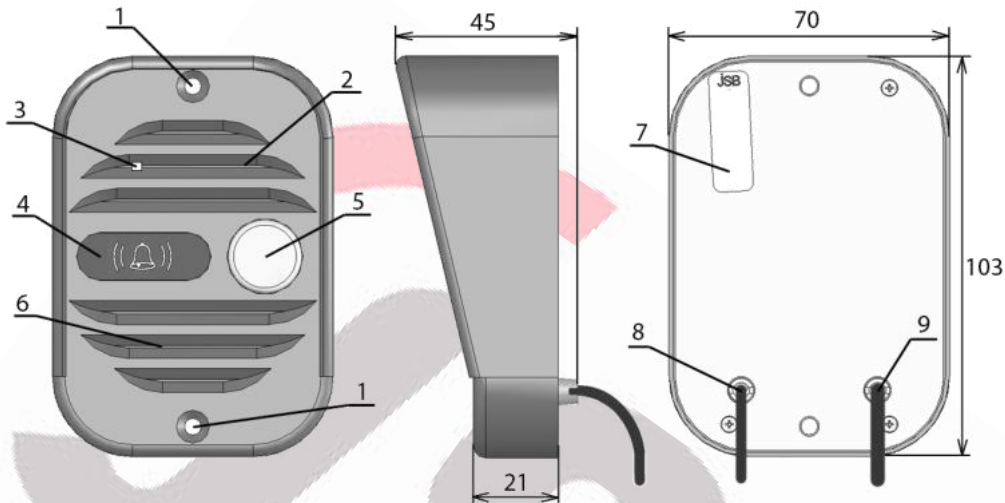

Рис. 1. Назначение основных узлов панели:
6) Нажмите кнопку открывания замка на мониторе. Вызывная панель должна показать открывание замка зуммером (короткий писк или серия писков) и светодиодом (короткое мигание) за защитным фильтром ИК-подсветки (4 на рис. 1), замок должен открыться.